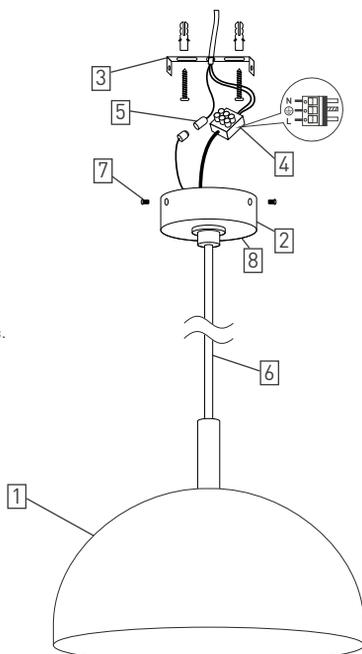

Рис. 2. Установка и подключение светильника
2. Открутите винты (7) и снимите монтажное основание (3), как показано на рис. 2.
3. Используя метизы из комплекта поставки, закрепите монтажное основание (3) на потолке.
4. Подключите к блоку питания обесточенные провода сетевого питания AC 230 В с помощью клеммной колодки (4) (коричневый, L — фаза; синий, N — ноль).
5. Подключите заземляющий провод (желто-зеленый, PE) в отдельно расположенную колодку для заземления (5).
6. Присоедините потолочную чашу светильника (2) к монтажному основанию (3) и закрепите винтами (7).